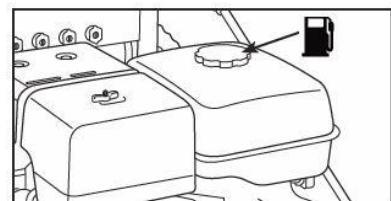

Fig. 4
- Limpie el área alrededor de la tapa de combustible (See Fig. 4)